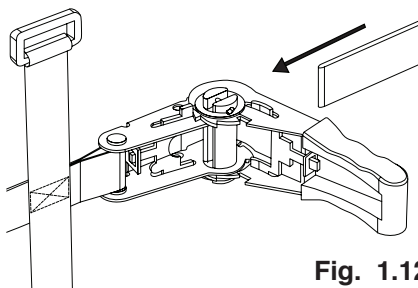

Fig. 1.12
- j. Avec le cliquet ouvert, faites passer l'extrémité libre de la sangle à travers la fente centrale de sorte que la sangle se dirige vers le haut de la poignée du cliquet (Fig. 1.12). Faites-le jusqu'à ce que toute la sangle en excès soit à travers le centre du cliquet. **Assurez-vous que la sangle ne s'est pas tordue.**